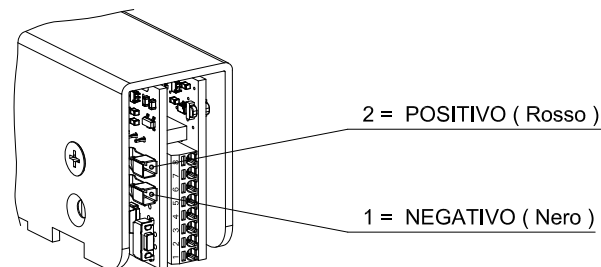

Fig. 3
- Connessione su Due singoli punti ( vedi Fig.3 ) / Fili: 0,35 - 1 mm2 ; Guaina Ø2,5 mm Max